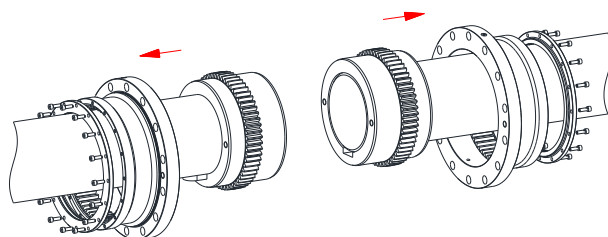

Fig. 35
- Pousser les manchons largement par dessus les moyeux et les placer sur les extrémités des arbres (voir fig. 35).